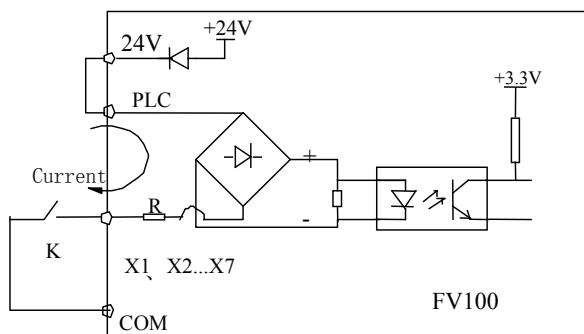

Рис. 4-7 Подключение через внутренний источник тока 24 В
Многофункциональные входные клеммы внутри привода включаются через мостовую схему как показано на рис. 4-7. Клемма PLC является общей для X1-X7. Подключение клемм X1-X7 отличается гибкостью и характеризуется следующими методами:
1) Аналоговый вход дифференциального напряжения, подключение согласно рис. 4-7